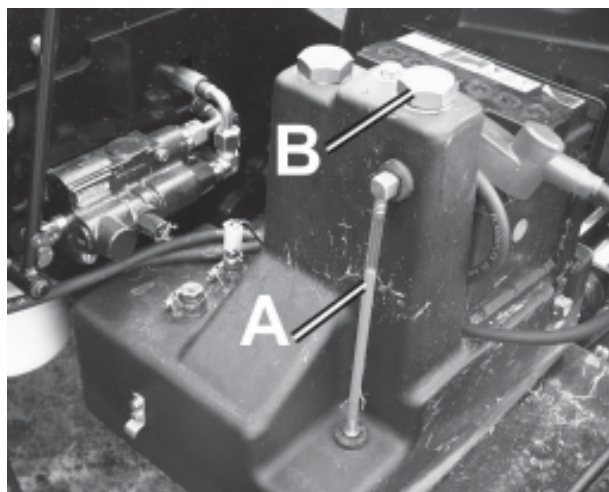

Fig. 5
3. Riempire il serbatoio con circa 38 litri di olio SAE 10W-30 attraverso uno dei tappi di ottone. (B(Fig.5))
4. Occorre riempire l'olio idraulico fino a metà del tubo a vista. (A(Fig.5)).